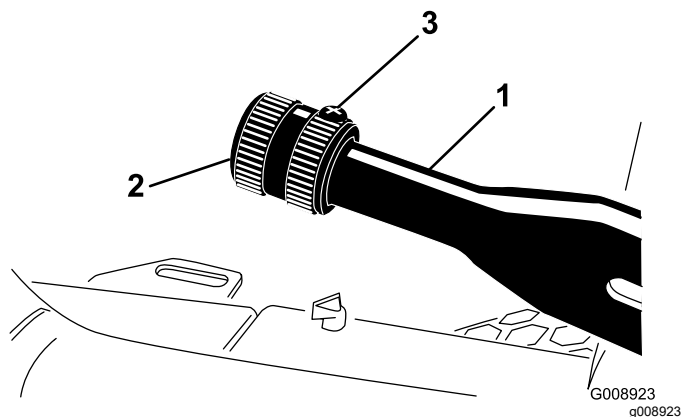

Figura 79
2. Allentate la vite a pressione che fissa la manopola alla leva del freno di stazionamento (Figura 79).